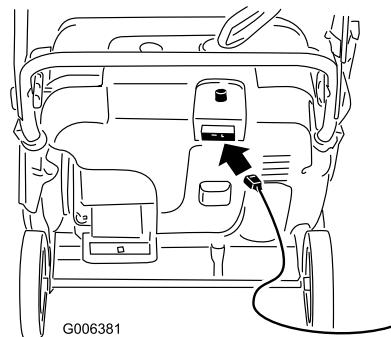
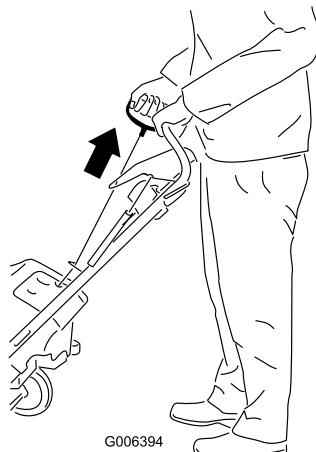

Bild 14
Bild 15
4. Stecken Sie ein Verlängerungskabel in eine Steckdose und in die Schneefräse und drücken Sie die Elektrostartertaste (nur Modell 38571) (Bild 14) oder ziehen Sie am Rücklaufstartergriff (Bild 15).